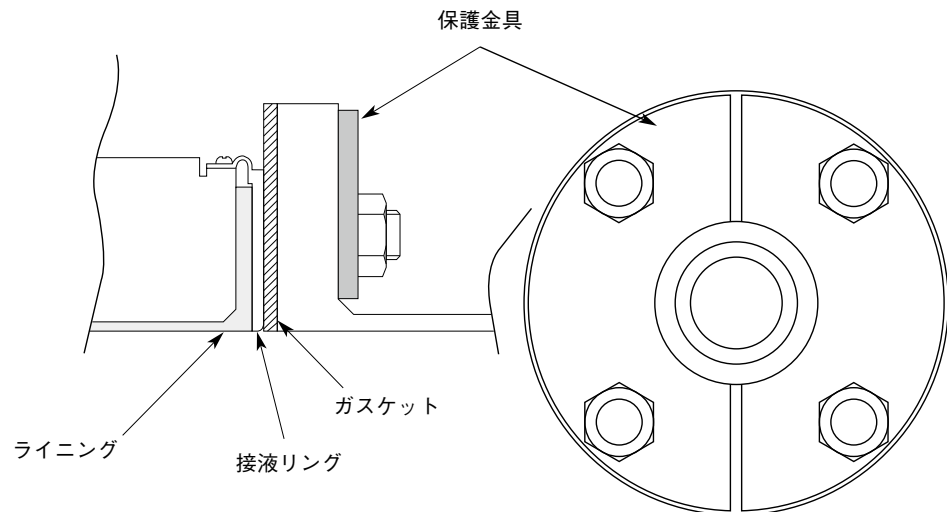

図2-19. 接液リングがSUS材質の場合(保護金具使用)
- 保護金具 : 規定のトルクで締め付けて設置すると、塩ビ配管の変形または破損のおそれがある場合に必要です。厚さは6 mm以上のステンレス材など、ナットを締め付けて変形しない金属材料を使用してください。金具の形状は、図2-19を参照してください。
- 保護金具 : 規定のトルクで締め付けて設置すると、塩ビ配管の変形または破損のおそれがある場合に必要です。厚さは1 mm以上のステンレス材など、かたい金属材料を使用してください。金具の形状は、図2-19を参照してください。